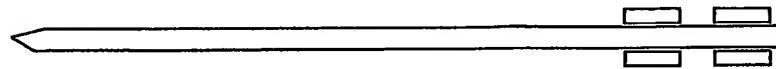

Fig 5
- 5 2)- Catapulte selon la revendication n°1, caractérisée en ce que les poulies sont montées en série pour deux sandows (Fig 5).